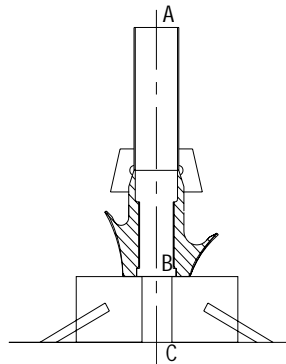

图 6
5.1.2 艏轴管与艏轴毂铸钢件焊接按图 6。
5.3.1 艏轴管与后轴毂竖立在胎架上定位、组立，使后轴毂的端面平行于基面，如图 6，并作出尾管 A 点和轴毂 B 点的圆心，用扁铁条钉焊在尾管和后轴毂的端面，开一个小圆孔，从 A 点通过 B 点圆心用铅锤荡一根垂线，延伸至基面的对准点划一个十字线得到 C 点，找出艏轴管的中心线，以便焊接时可测量艏管变形。